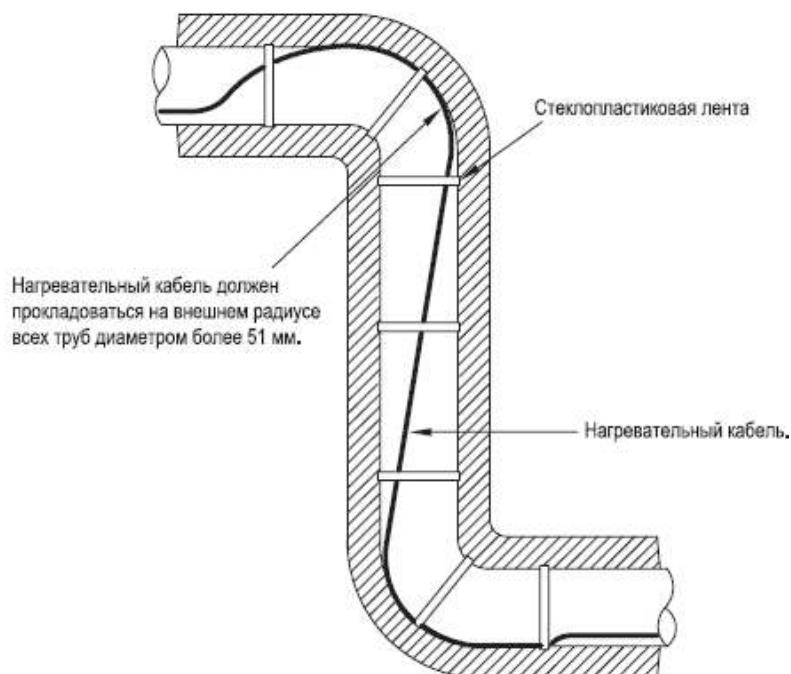

Рис. 9
- **изгиб трубы.** Кабель проводится по внешнему (большему) радиусу (рис. 9).